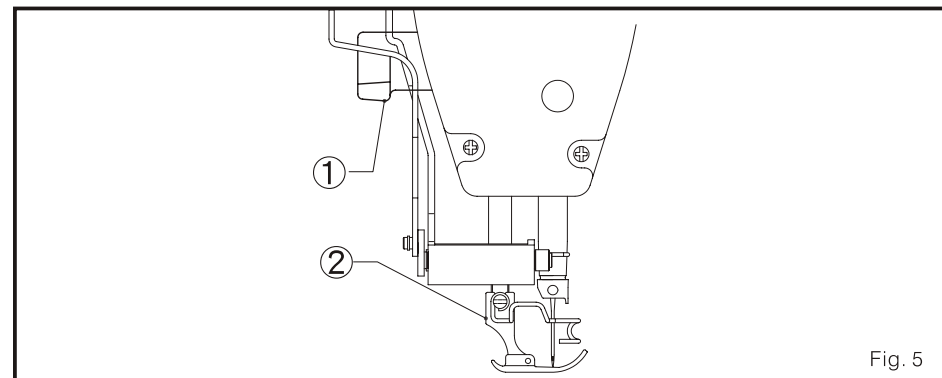

Fig. 5
2. descer o calcador 2 usando a alavanca elevador 1. (Fig. 5)